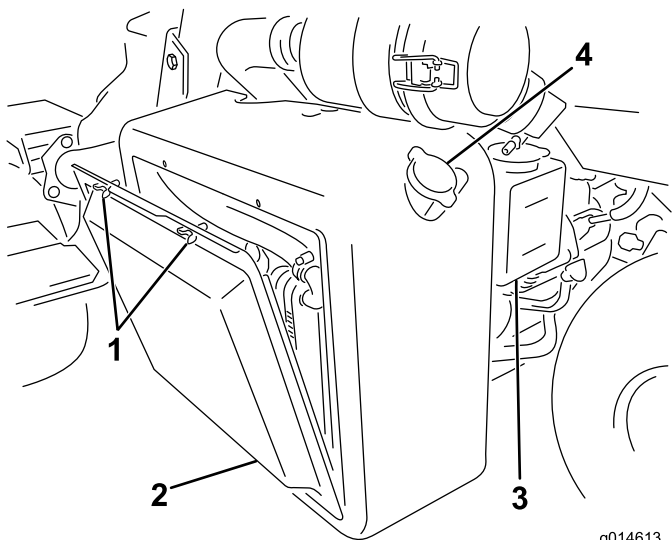
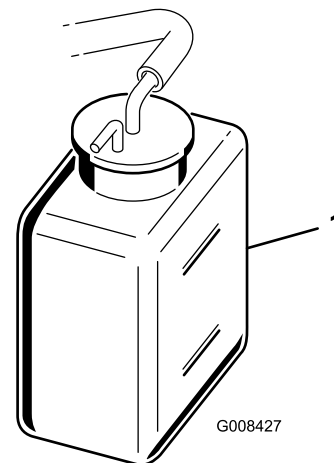

Figura 45
Figura 46
1. Rimuovete la griglia del radiatore (Figura 45).
2. Controllate il livello del refrigerante (Figura 45 e Figura 46).